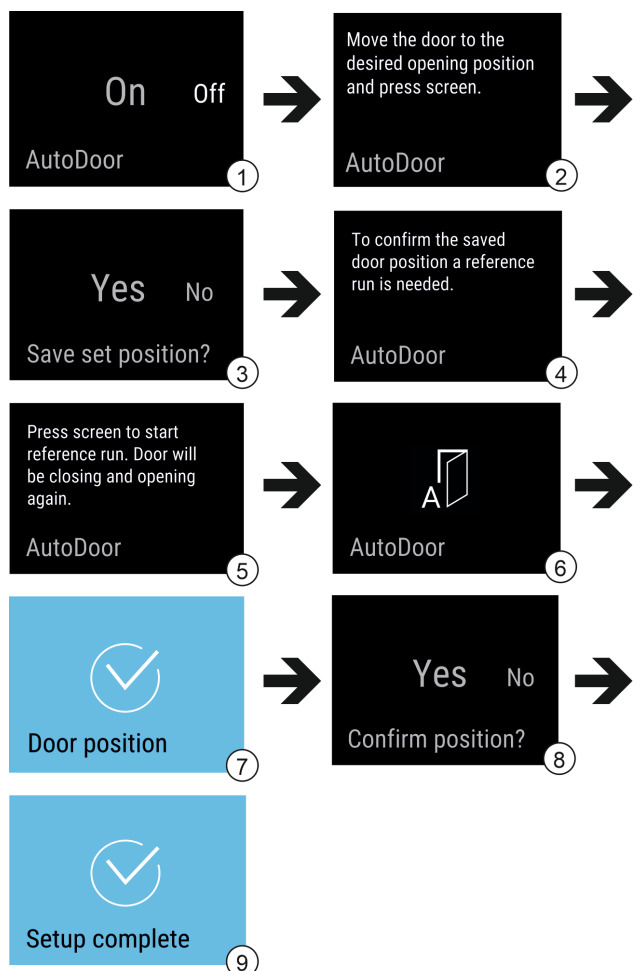

Fig. 14 Příkladné zobrazení indikací v angličtině
- ▶ Aktivujte AutoDoor: Zobrazení na displeji přepněte na On. Fig. 14 (1)
- ▶ Displej podržte stisknutý 3 sekundy. Fig. 14 (1)
- ▶ Nakonfigurujte úhel otevření dveří: Otevřete dveře alespoň na 70°. Fig. 14 (2)
- ▶ Potvrďte úhel otevření dveří: Klepněte na hlášení na displeji. Fig. 14 (3)
- ▶ Spusťte referenční běh: Klepněte na displej. Fig. 14 (5)
- ▶ Displej bliká. Fig. 14 (6)
- ▶ Referenční běh je úspěšný: Displej na 2 sekundy zmodrá. Fig. 14 (7)
- ▶ Potvrďte úhel otevření dveří. Fig. 14 (8)
- ▶ Displej zmodrá. Fig. 14 (9)